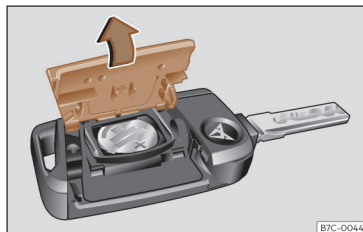

Fig. 44 Clé du véhicule : ouverture du cache du logement de la pile.
- Retirez le cache de la partie arrière de la clé du véhicule dans le sens de la flèche >>> **fig. 44**, >>> ①.